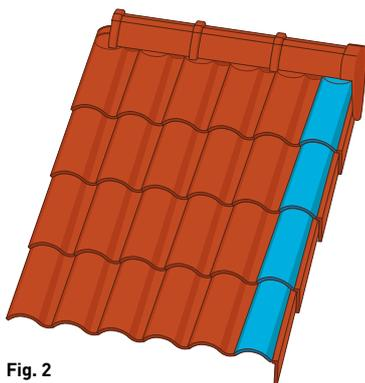

Fig. 2
4. Al llegar a la parte derecha del faldón cerraremos sobre el remate lateral derecho con 1/2 Teja (Q17) (fig.2) o con Doble teja (Q34) (fig.3).